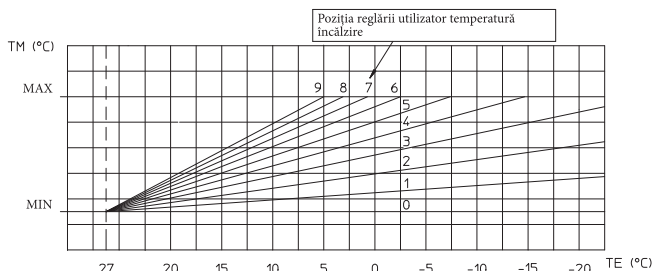

Fig. 1-8
Această sondă e racordabilă direct la instalația electrică a centralei și permite diminuarea automată a temperaturii maxime de tur în instalație în momentul creșterii temperaturii externe astfel încât să regleze căldura furnizată instalației în funcție de variația temperaturii externe. Sonda externă acționează întotdeauna când este legată indiferent de prezența sau de tipul de cronotermostat ambient utilizat. Corelarea între temperatura de tur la instalație și temperatura externă este determinată de poziția selectorului de pe tabloul de bord al centralei conform curbulei reprezentate în diagramă (Fig. 1-8). Racordul electric al sondei externe trebuie să se facă la bornele 38 și 39 pe fișa electronică a centralei (Fig. 3-2).
• **Funcționare cu sondă externă opțional (🌡️).** În caz de instalație cu sonda externă opțional temperatura de tur a centralei pentru încălzire ambient este controlată de sonda externă în funcție de temperatura externă măsurată. (Parag. 1.6). Se poate modifica temperatura de tur alegând curba de funcționare cu butoanele (5 și 6) selectând o valoare cuprinsă între “0 și 9” (Fig. 1-8).